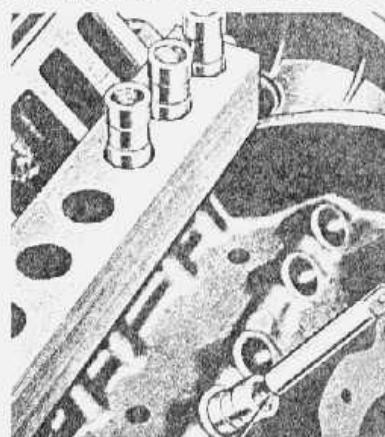

fig. 15 — remoção do ticho
5. Retirar os tuchos com um imã e posicioná-los no porta-tuchos ordenadamente, (fig. 15), de modo que os mesmos possam ser reinstalados em suas posições originais. Se os tuchos estiverem pre-